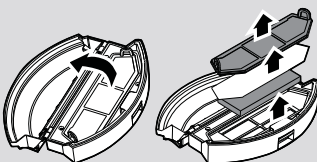

Fig. 19
3. Enlevez tous les filtres et nettoyez-les séparément. Le montage se fait dans l'ordre inverse. [Fig. 19]